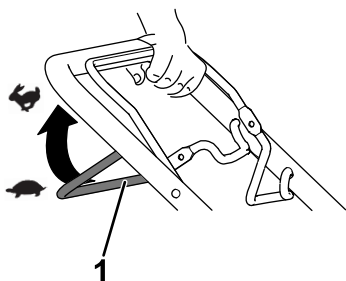

Figuur 11
1. Houd de bedieningsstang van het maimes tegen de handgreep (A in Figuur 11).
2. Trek aan de handgreep van het startkoord (B van Figuur 11)